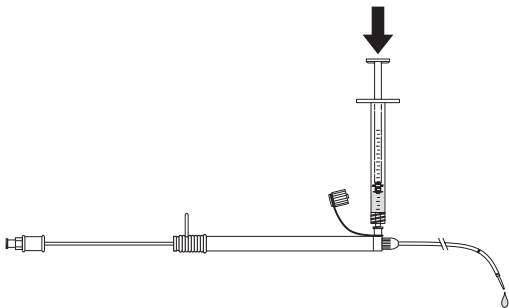

Fig. 2
4. Immédiatement avant la mise en place du système de largage dans le corps, utiliser une seringue de 1 mL pour rincer le système de largage avec du sérum physiologique par l'orifice de rinçage du raccord latéral. Rincer jusqu'à ce que quelques gouttes de sérum physiologique s'écoulent de l'extrémité distale, entre la gaine externe (d) et le cathéter interne (e) du système de largage. (Fig. 2)